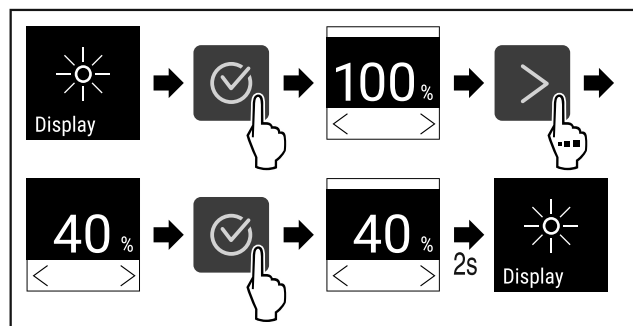

Fig. 81
- Proveďte akční kroky (viz Fig. 81).